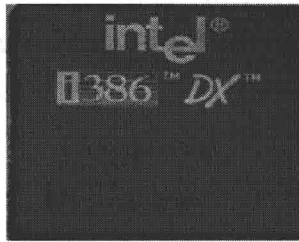

图 1-5 80386
- 1985 年,32 位的 80386 微处理器产生,如图 1-5 所示。